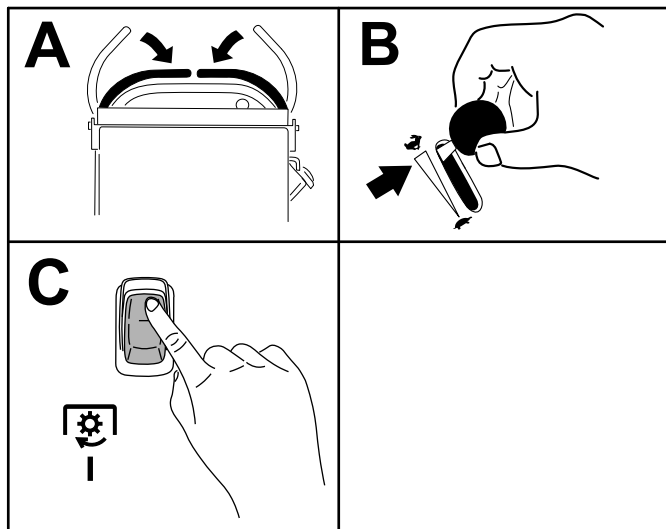

Figura 12
**Nota:** Si desengrana las cuchillas del cortacésped soltando las palancas de control de movimiento, puede engranar las cuchillas otra vez moviendo el interruptor a la posición de ENGRANADO (Figura 12) sin moverlo primero a la posición de DESENGRANADO.